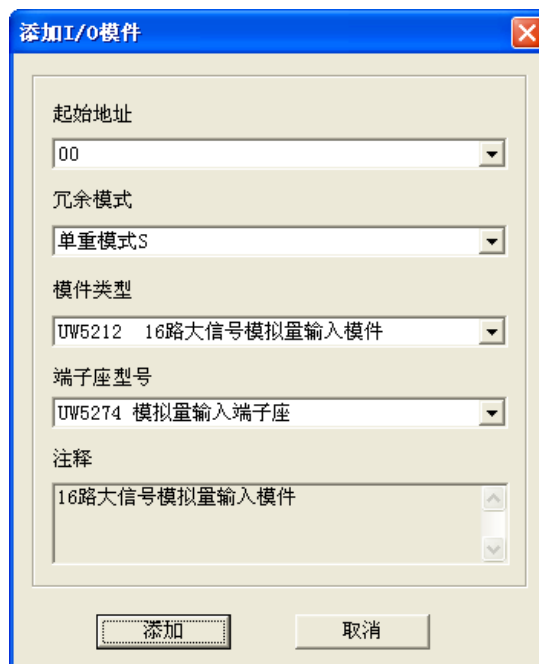

图 8-222 添加 IO 模块
- 在硬件诊断控件中新建 IO 模块，如图 8-218 所示，点击硬件诊断控件右上角的 “” 按钮，弹出添加 I/O 模块的对话框，如图 8-222 所示。